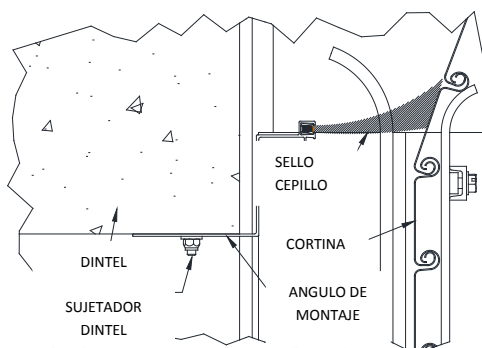

Figura 9.2 – Sello Lintel en forma de "Z"
4. Colocar el sello lintel en la parte inferior del lintel con el cepillo teniendo contacto con la Cortina (en la posición cerrada) con las cerdas haciendo presión a un ángulo de 45 grados. (Ver **Figura 9.2**).